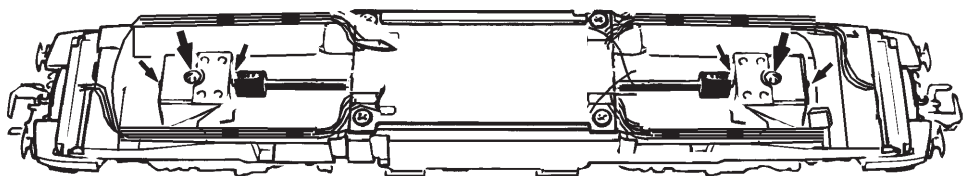

Fig. 7
4. Motorwechsel: Lokgehäuse abnehmen (Fig. 4). Danach wird der Motor ausgebaut und ausgetauscht (Fig. 7).
4. Motor Changing: First remove loco body (fig. 4), and then the motor (fig. 7).
4. Remplacement du moteur: Démontez la caisse (voir fig. 4), puis vous pouvez échanger le moteur (fig. 7).